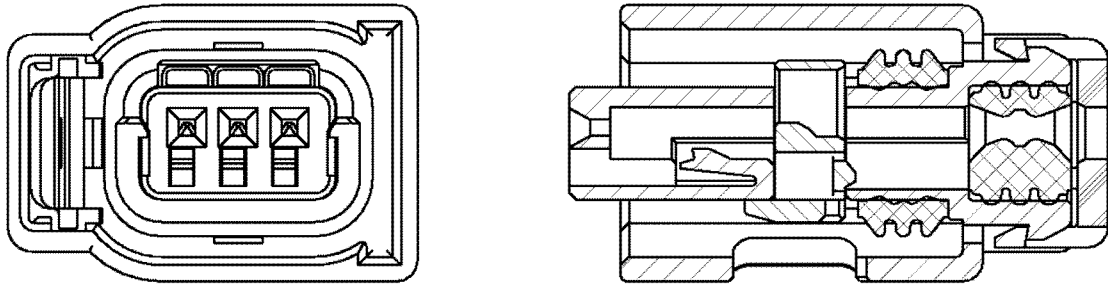

Fig.7
(1) リテーナが仮係止状態にあることを確認して下さい。万一、本係止状態にある場合には仮係止状態にした後に作業願います (Fig.7 参照)。本係止状態では端子が挿入できません。
Check Retainer is in pre-lock condition. (See Fig.7) The contact cannot be inserted in case of the final lock condition.